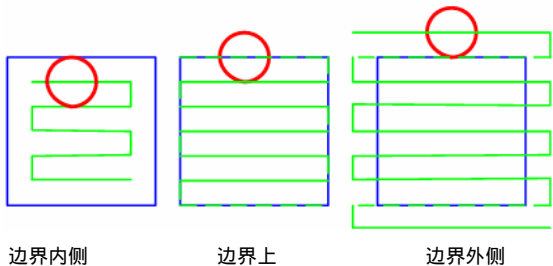

图 7-26 三种刀具相对于边界的位置
2) 相对于边界的刀具位置：设定刀具相对于边界的位置。有三种方式设定刀具相对于边界的位置，如图 7-26 所示。